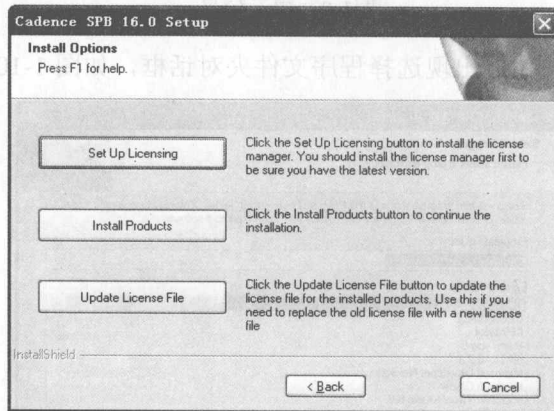

图1-7 【Install Options】窗口
(3) 选择 “I accept the terms of the license agreement” 选项, 单击 **Next >** 按钮, 出现【Install Options】窗口, 如图 1-7 所示。